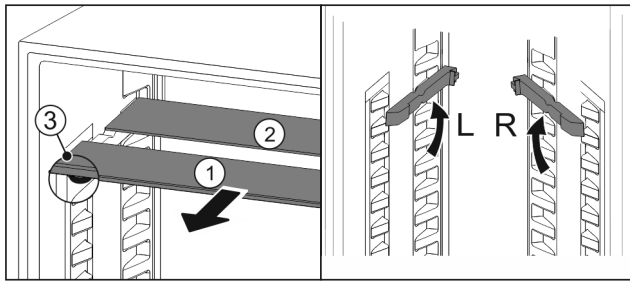

Fig. 86
- estrarre i ripiani di vetro singolarmente tirando in avanti Fig. 86 (1).
- Il piano in vetro Fig. 86 (1) con il motivo ornamentale è nella parte anteriore.
- I fermi Fig. 86 (3) sono rivolti verso il basso.